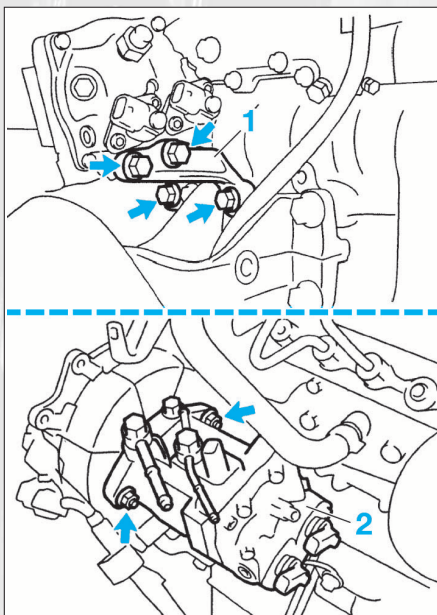

FIG. 49
- déposer le support arrière (1) de pompe d'injection (4 vis) (fig. 49).
- desserrer les 2 écrous de la pompe d'injection (2).